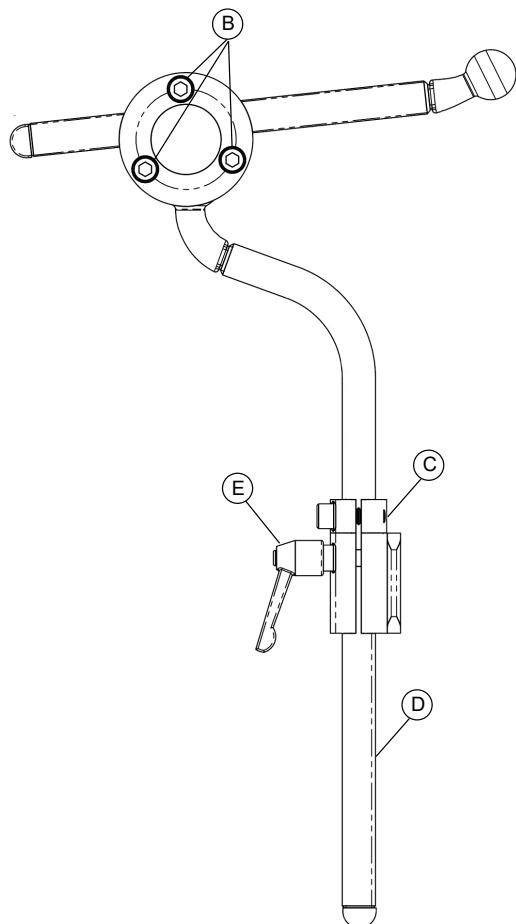
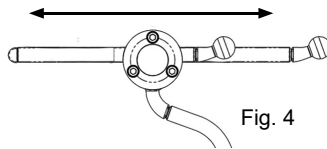
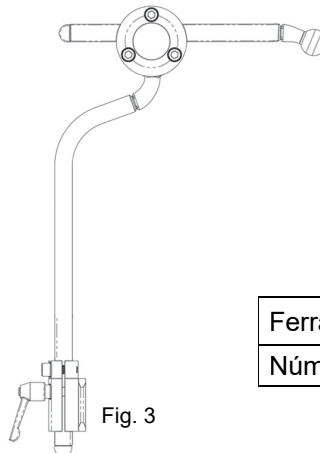

Fig. 1
Fig. 4
Fig. 3
1. Monte conforme ilustrado na Fig. 1.
1. Vertical – Desaperte o botão da alavanca (Fig. 1, E) e ajuste à altura correta e, em seguida, rebaixe o colo de paragem (Fig. 1, C). A haste vertical pode ser rodada para ajuste de ângulo adicional do conjunto de enchimento/placa de base.
2. Profundidade e ajuste do ângulo – Desaperte os 3 parafusos de ajuste (Fig. 1, B) para profundidade e ajuste do ângulo (Figs. 4 e 5). Rode a haste horizontal 180° para aumentar o ajuste do ângulo (Fig. 3). Inverta a haste vertical para 180° para aumentar o ajuste (Fig. 3).